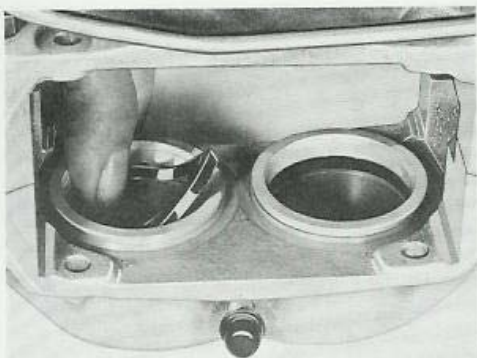

Bild 23. Montering av tätningsring
2. Montera de nya tätningarna i cylindrarna, se bild 23.